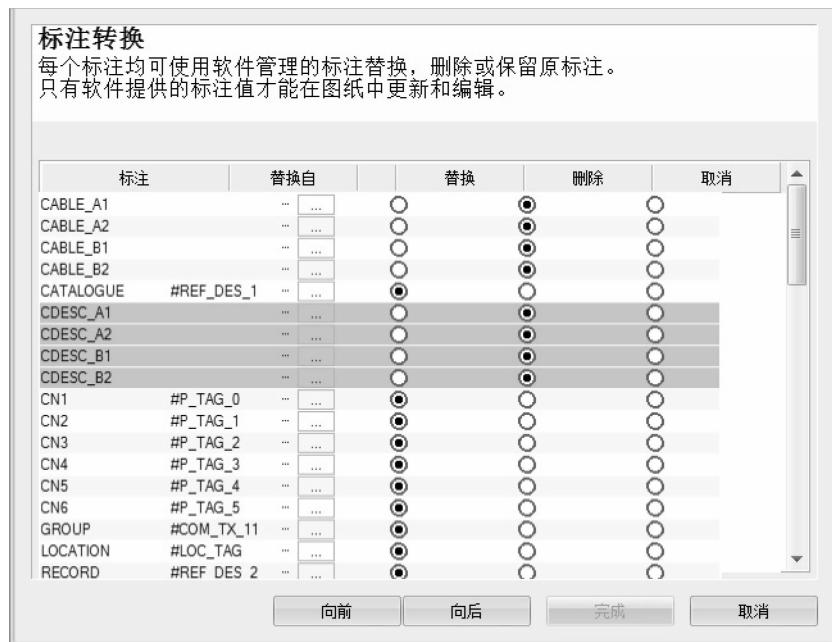

图 4-10 转换属性
**步骤 17 转换属性** 多选属性从 CABLE\_A1 ~ CABLE\_B2，单击【删除】。重复操作，如图 4-10 所示，将 CDESC\_1 ~ CDESC\_4 同样删除，单击【向后】。